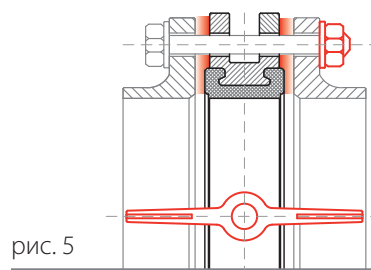

рис. 5
6. Отцентрируйте поворотный затвор и слегка закрутите болты (шпильки), но не затягивайте их. Откройте диск поворотного затвора до положения «полностью открыто» (рис. 5).